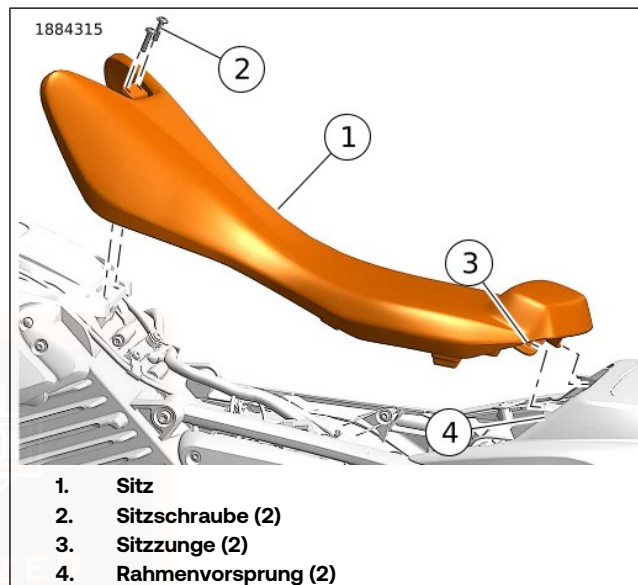

Abbildung 52. Solo-Sitz
1. Siehe Abbildung 52. Den Sitz ausbauen.
- a. Die Sitzschrauben (2) entfernen.
- b. Heben Sie die Vorderkante des Sitzes (1).